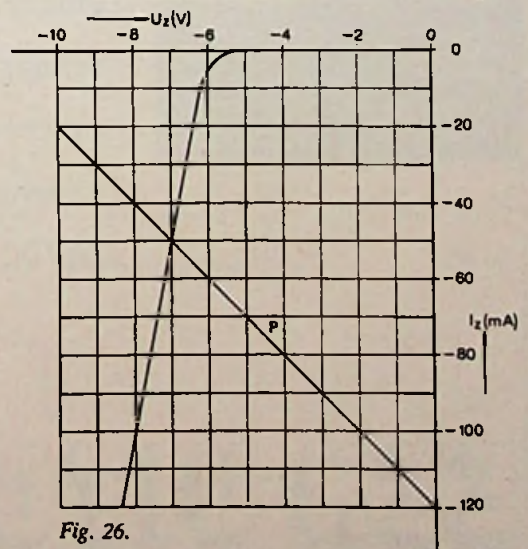

Fig. 26.
a. Men kan de bron van de voedingsspanning en de weerstanden R_1 en R_2 volgens Thévenin vervangen door een spanningsbron van 12 V in serie met een weerstand van 100Ω . De spanning op Z kan men dan vinden door het tekenen van een belastingslijn, die is gegeven door de vergelijking $12 - I_z \cdot 100 = U_z$ (fig. 26, lijn P). Het snijpunt met de karakteristiek levert $U_z = 7 \text{ V}$.